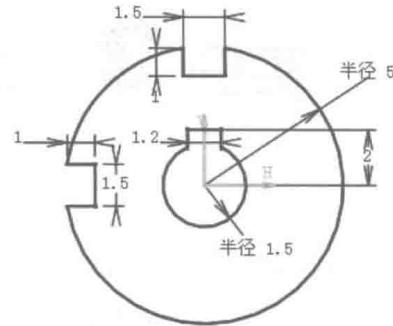

图 2.6 添加竖直约束和半径约束
Step6. 添加图 2.6 所示的竖直约束。选择下列菜单 **插入** → **约束** → **约束创建** → **垂直** 命令；标注图中各直线的尺寸。